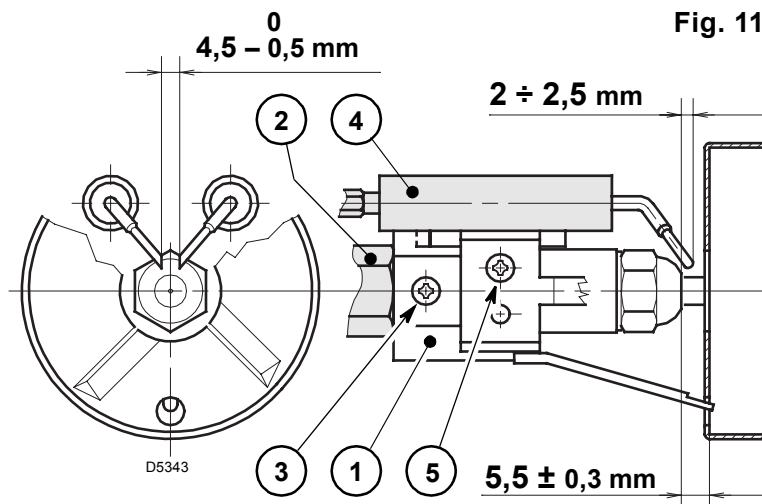

Fig. 11
4.3 REGOLAZIONE ELETTRODI (vedi fig. 11)
- Agganciare il bruciatore alla flangia (1), togliere il boccaglio (2) dopo aver allentato le viti (3).
- Sfilare i cavetti (4) dagli elettrodi, estrarre dal gruppo portaugello il gruppo supporto elica (5) dopo aver allentato la vite (3, fig. 11 pag. 7).
- Avvitare l'ugello (6) correttamente stringendolo come mostrato in figura.
- Estrarre il gruppo portaugello (7) dopo aver allentato le viti (13), svitato il dado (9), sfilato i cavetti (4) dall'apparecchiatura, la fotoresistenza (10) e la presa (11).
- Sfilare i cavetti (4) dagli elettrodi, estrarre dal gruppo portaugello (7) il gruppo supporto elica (5) dopo aver allentato la vite (3, fig. 11 pag. 7).